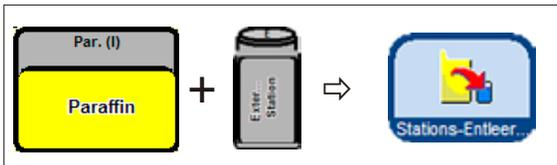

Abb. 182
- Den zu leerenden Paraffinbehälter und den Aufnahmebehälter für das verbrauchte Paraffin (Externe Station) auswählen (Abb. 182).